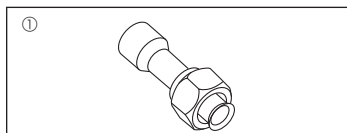

Fig. 1-1
1.6. Accessori dell'unità esterna (Fig. 1-1) (RP200/250)